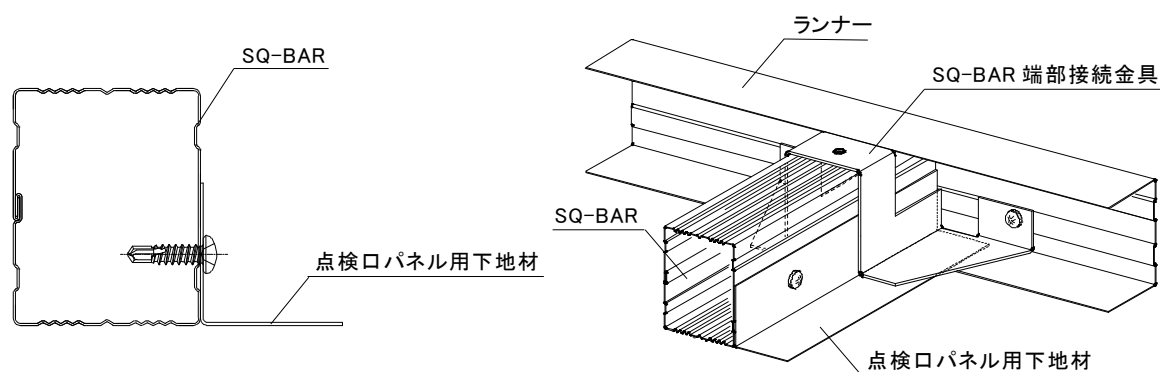

図 2-6-1 点検口パネル用下地材の取付け
その際、SQ-BAR と点検口パネル用下地材の下端が同面となるようにする。(図 2-6-1 参照)
4) SQ-BAR 端部接続金具は、SQ-BAR+点検口パネル用下地材の上から被せるようにして取付ける。(図 2-6-1 参照)